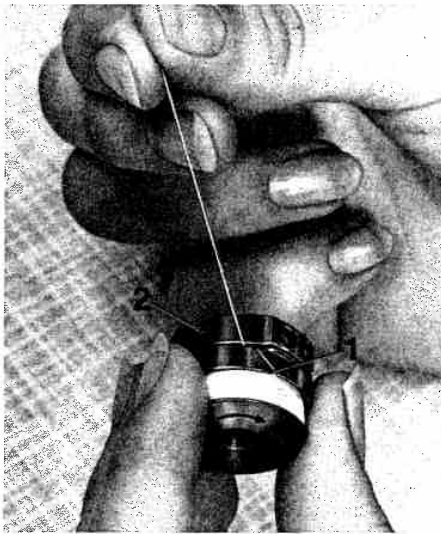
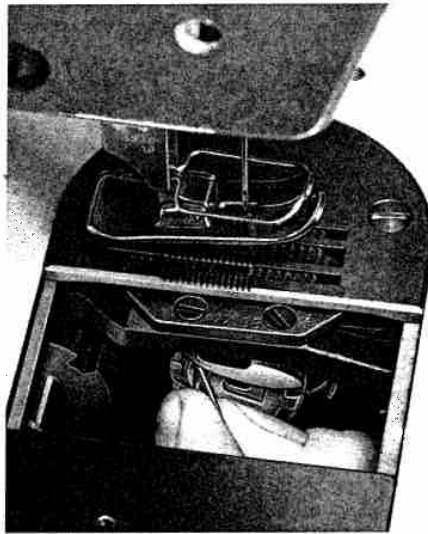

Fig. 5
Fig. 6
Die gefüllte Spule so in die Oberkapsel einsetzen, daß der Faden im Uhrzeigersinn abläuft (siehe Pfeil Fig. 5).
Bei leichtem Festhalten der Spule den Faden in den Schlitz 1 einhängen und unter der Spannungsfeder hindurchziehen, bis er hinter der Federzunge 2 wieder hervorkommt. Fadenende ca. 5 cm überstehen lassen. Maschine ausschalten. Durch Drehen am Handrad Fadenhebel in höchste Stellung bringen. Oberkapsel in Greifer einsetzen (Fig. 6).
Insert the full bobbin into the bobbin case so that when you pull the thread the bobbin turns in a clockwise direction (see arrow in Fig. 5).
Hold the bobbin fast and pull the thread into slot 1 and under the tension spring 2 until it emerges at its rear tip. Pull out abt. 2 inches of thread. Switch off the machine. Turn the balance wheel to bring the take-up lever to its highest point. Place the bobbin case into the sewing hook (Fig. 6).
Introduire la canette garnie dans la boîte à canette, de manière que le fil se déroule dans le sens des aiguilles d'une montre (flèche, fig. 5).
Tout en retenant légèrement la canette, faire passer le fil depuis la fente 1 sous le ressort de tension, jusqu'à ce qu'il réapparaisse derrière la languette du ressort 2. Laisser dépasser environ 5 cm de fil. Mettre la machine hors circuit. Tourner le volant jusqu'à ce que le levier releveur de fil se trouve au point haut de sa course. Placer la boîte à canette garnie dans le crochet (fig. 6).
Coloque la bobina llena en la cápsula de forma que el hilo corra en el sentido de las agujas del reloj (véase flecha, fig. 5).
Sujetando ligeramente la bobina, enganche el hilo en la ranura 1 y páselo por debajo del muelle tensor hasta que aparezca de nuevo por detrás de la lengüeta elástica 2, dejando que sobresalga unos 5 cm. Desconecte la máquina. Gire el volante hasta que la palanca tirahilos de halle en su posición superior. Introduzca la bobina llena en la cápsula y colóquela en el garfio (fig. 6).
■ La spolina piena va inserita nella capsula in modo che il filo scorra in senso orario (vedi freccia fig. 5). Tenendo leggermente la spolina, agganciare il filo nella fessura **1** e tirarlo al di sotto della molla di tensione fino a che non fuoriesce nuovamente dietro la linguetta della molla **2**. Tirare ca. 5 cm di filo fuori. Disinserire la macchina. Girando il volantino, portare il tendifilo nella posizione più alta. Mettere la spolina piena nella capsula ed inserire nel crochet (fig. 6).
■ Introduza a bobina cheia na cápsula de tal forma que o fio desenrole no sentido dos ponteiros do relógio (veja Fig. 6 - seta).
Segurando a bobina, passe o fio pela ranhura **1**, por baixo da mola de tensão até que apareça por trás da lingueta da mola **2**. Deixar o fio sobressair por mais ou menos 5 cm. Desligar a máquina. Girando manualmente o volante, ponha o elevador do fio na posição mais alta. Introduza bobina e cápsula na lançadeira (Fig. 6).